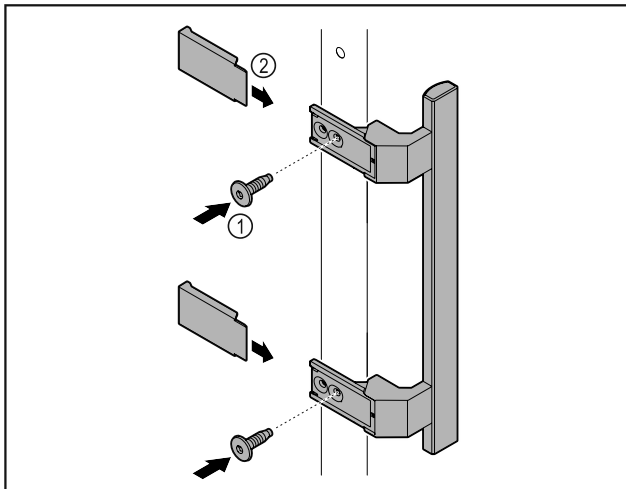

Fig. 9
- ▶ Montirajte ručku iz vrećice s priborom s pomoću priloženih vijaka Fig. 9 (1) na vrata.
- ▶ Postavite poklopac Fig. 9 (2).